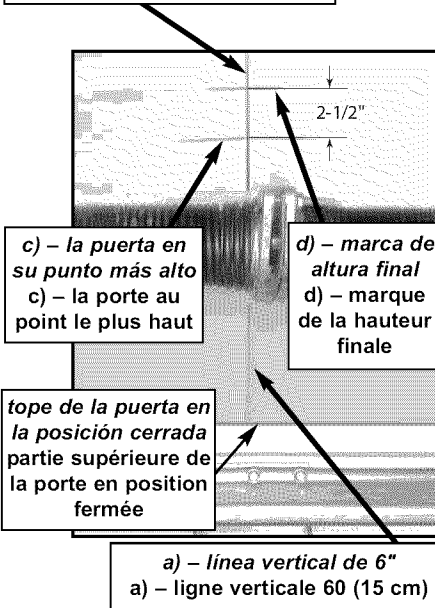

FIG. 2-1 **Marca de altura final.**
- b) Continúe esta línea en la pared arriba de la puerta unas 12" (Fig. 2-1, a).
- Marque la altura medida en la pared arriba de la puerta (Fig. 2-1, c).
- Suma 2-1/2" a la altura marcada recién hecha en la pared. Este es el lugar para el soporte del travesaño (Fig. 2-1, d).
- b) Poursuivre le traçage de cette ligne sur le mur au-dessus de la porte sur 30 cm (Fig. 2-1, a).
- Tracer un trait pour indiquer la hauteur sur le mur au-dessus de la porte (Fig. 2-1, c).
- Ajouter 6,4 cm au repère qui vient d'être tracé sur le mur. Cette marque servira au support de linteau (Fig. 2-1, d).